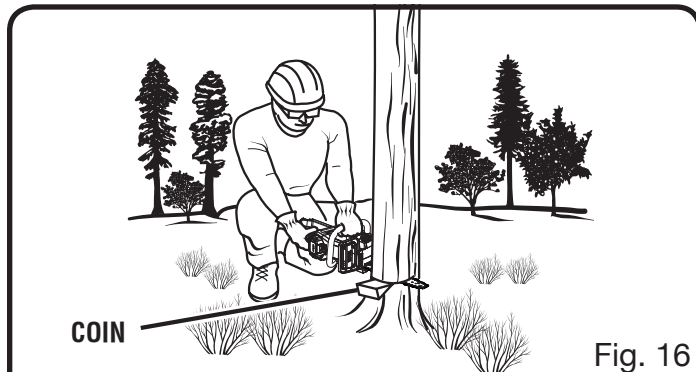

Fig. 16
- Sur les arbres de grand diamètre, arrêter le trait d'abattage avant qu'il ne soit assez profond pour causer la chute de l'arbre ou son affaissement sur la souche. Ensuite, insérer des coins en bois ou en plastique dans le trait, de façon à ce qu'ils ne touchent pas la chaîne. Les coins peuvent être enfoncés petit à petit pour faire levier sur l'arbre. Voir la figure 16.